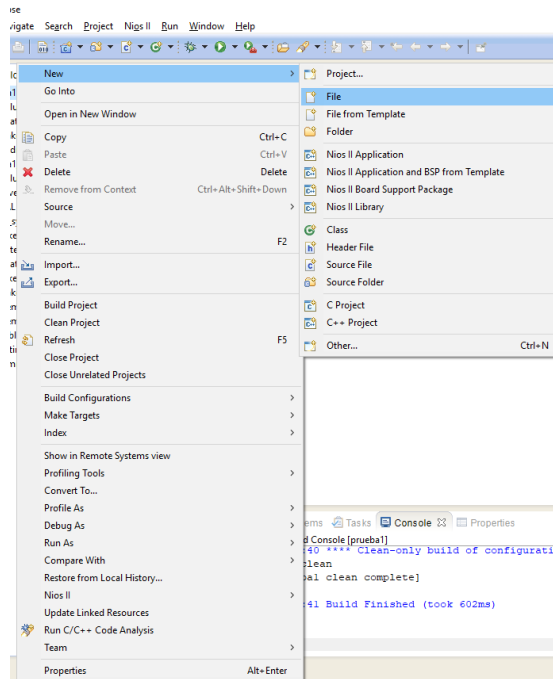

Ilustración 26 - Crear archivo main.c en Eclipse
31. Se procederá a crear un archivo en lenguaje C, para ello haga clic derecho en la carpeta FINAL y seleccione *New* → *File* como se muestra en la Ilustración 26.